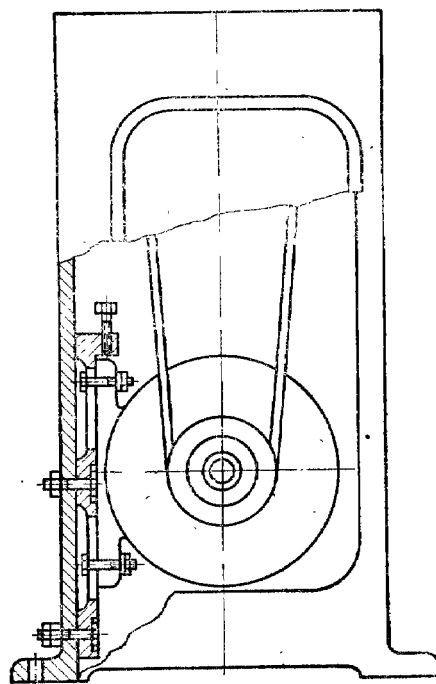

Рис. 9.
Механизм натяга ремня (рис. 9) служит для создания постоянного и ровного натяжения клиновидного ремня. Механизм смонтирован в левой тум-
2. Регулирование натяжения ремня производится следующим образом (см. рис. 9).